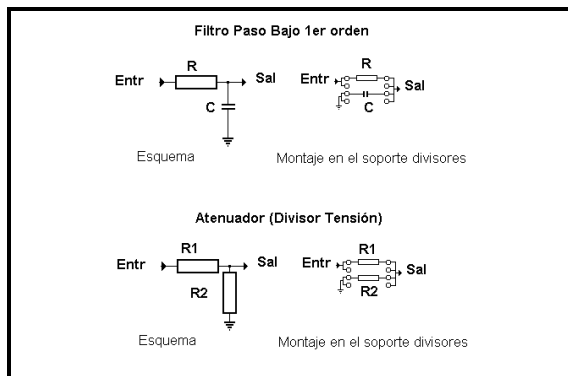

Figura. 16. Ejemplo de realización de filtro y atenuador utilizando el soporte para divisores.
*Soporte para realizar divisores de tensión o filtros, figura 16, en las entradas Analógicas/Digitales y de Contadores. Es posible pinchar hasta 4 componentes en cada uno de los zócalos de las entradas.